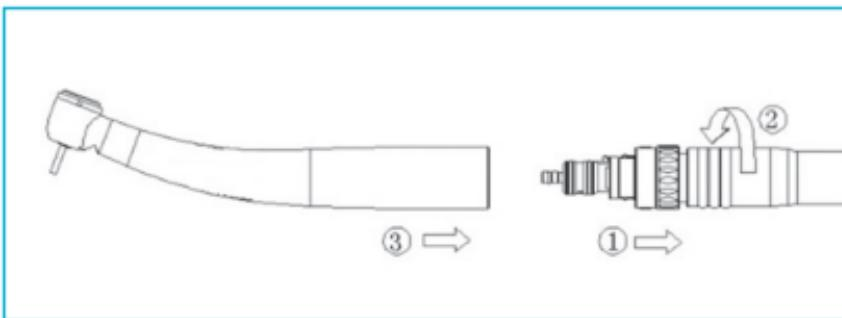

Fig. 6-11
- Die LED-Kupplung an den Turbinenschlauch schrauben (Abb. 6-11①).
- Den Schraubring des Turbinenschlauchs von Hand festziehen (Abb. 6-11②).
- Die Turbine präzise ausgerichtet an die LED-Kupplung anschließen, sodass sie hörbar einrastet (Abb. 6-11③).